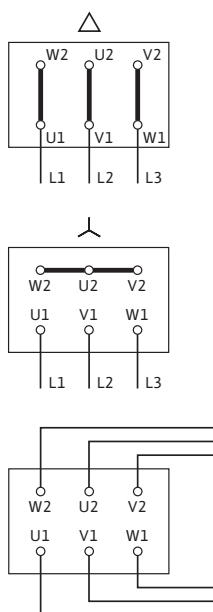

Рис. 8: Подключение к сети
- Электроподключение на клеммной колодке зависит от мощности двигателя P_2 , от сетевого напряжения и от типа пуска. Необходимое переключение соединительных перемычек в клеммной коробке определить по следующей таблице и рис. 8.
| Прямое | Переключение Δ (рис. 8 сверху) | Переключение Y (рис. 8 по центру) |
| Пуск Y-Δ | Удаление соединительных перемычек (рис. 8 снизу) | невозможно |